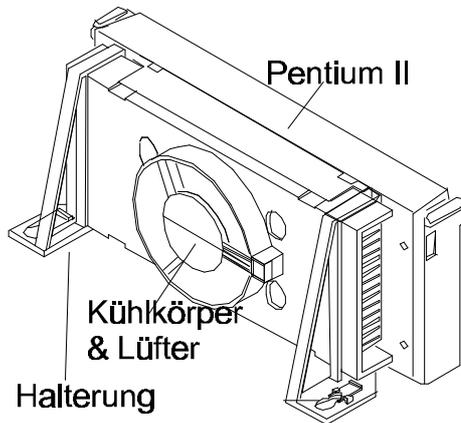

Bild 2-10
4. Mit Hilfe eines Schraubendrehers schraubt man die Muttern im CPU-Ständer auf die Gewinde im Befestigungsbügel, so daß der Ständer fest auf dem Mainboard montiert wird. (siehe Bild 2-10)
Bild 2-10 zeigt den sogenannten "Intel boxed Prozessor". Sollten diese Packart vorliegen, dann kann dieser Abschnitt übergangen werden, da zum Lieferumfang dieses Prozessors ein eigenes Befestigungs-Kit mit entsprechender Installationsanleitung enthalten ist.